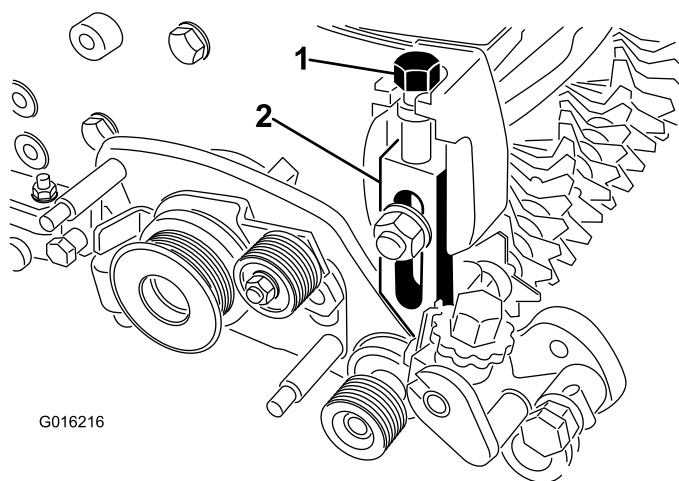

Figura 10
21. Enrosque el tornillo de ajuste de la altura de corte en la parte superior del brazo de ajuste derecho (Figura 10).
22. Instale el brazo de ajuste derecho en la placa lateral de la unidad de corte usando el perno avellanado y la tuerca existentes, y una arandela nueva. Asegúrese de que el extremo de la varilla del conjunto del brazo de ajuste entre en el casquillo del orificio del conjunto de transmisión del acondicionador (Figura 10).
25. Enrosque el tornillo de ajuste de la altura de corte en la parte superior del brazo de ajuste izquierdo (Figura 10).
27. Instale el brazo de ajuste izquierdo en la placa lateral de la unidad de corte usando el perno avellanado y la tuerca existentes, y una arandela nueva (Figura 10).